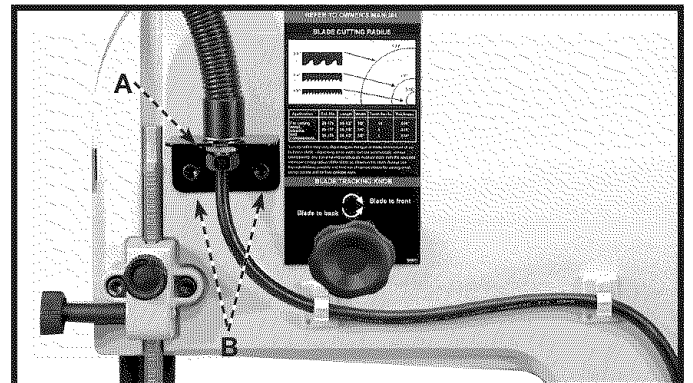

Fig. 18
- Monte el soporte de la lámpara (A) Fig. 18 sobre los dos agujeros localizados en la cubierta superior trasera de la máquina, utilizando para ello los dos tornillos de M6 x 20 mm y arandelas de cierre de M6 pulg y (B) conforme a lo ilustrado. Apriete utilizando seguramente la 5 Mm llave inglesa del mal de ojo proporcionada.